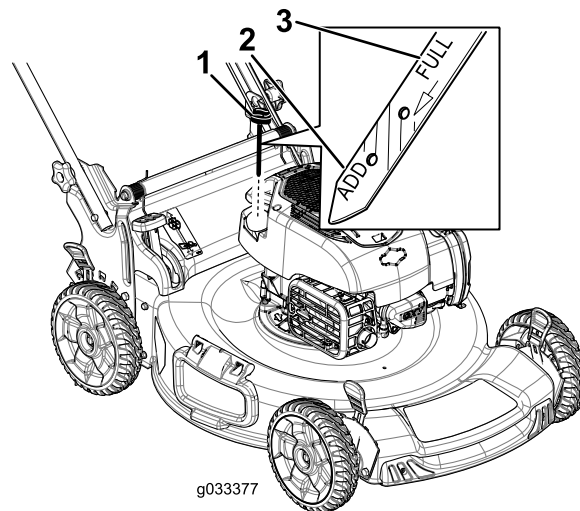

Figura 20
3. Scoateți joja rotind capacul în sens invers acelor de ceasornic și trăgându-l (Figura 20).
10. Verificați nivelul de ulei indicat pe joja (Figura 20).